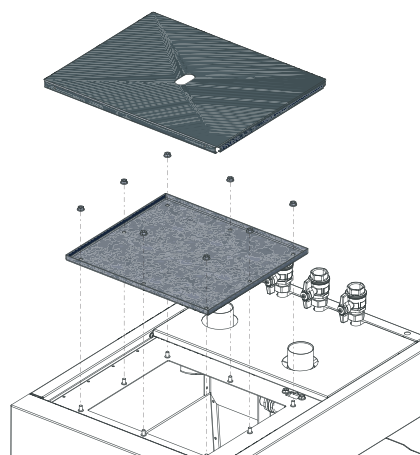

Fig. 74 Abdeckung vorne abnehmen, Muttern entfernen, Revisionsdeckel abnehmen
- ▶ Abdeckung vorne bei Vorratsbehalter abnehmen – Fig. 74.
- ▶ 8 Muttern oben bei Revisionsdeckel entfernen und Revisionsdeckel abnehmen – Fig. 74.
- ▶ Pellets bei der Revisionsöffnung mit einem kleinen Kübel oder Schaufel in den Vorratsbehälter einfüllen – Fig. 74.